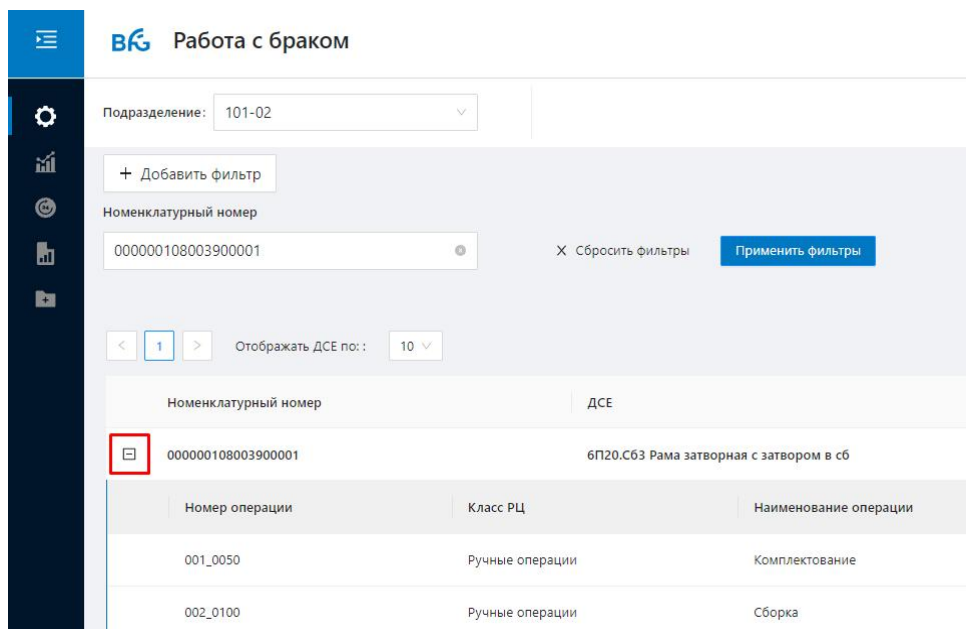

Рисунок 165
3. Выбрать строку ДСЕ и нажать на кнопку раскрытия группировки по ДСЕ (Рисунок 165).